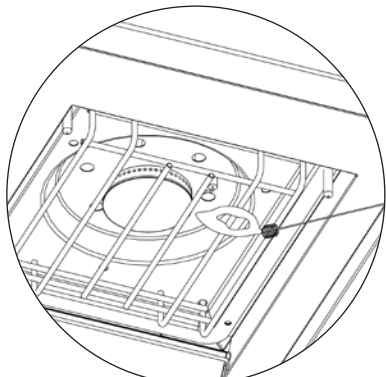

Figura 8
- En caso de que el encendedor no encienda el quemador, use una cerilla encendida colocada en la vara de encendido que se acompaña para encender los quemadores manualmente. Acerque la llama de la cerilla al lado del quemador (vea Figura 8).